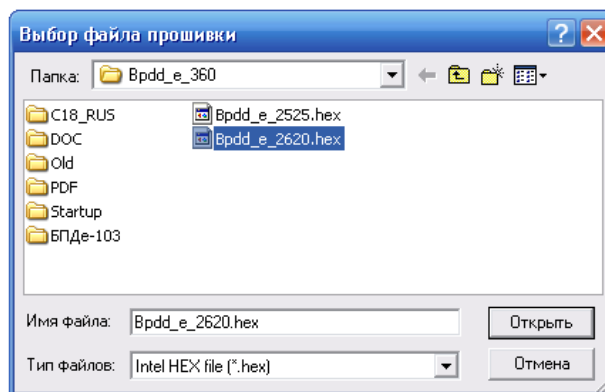

Рисунок 27 – Выбор файла программы БПДД-Е
- В появившемся окне выбора файла следует выбрать нужный файл обновления (рисунок 27).